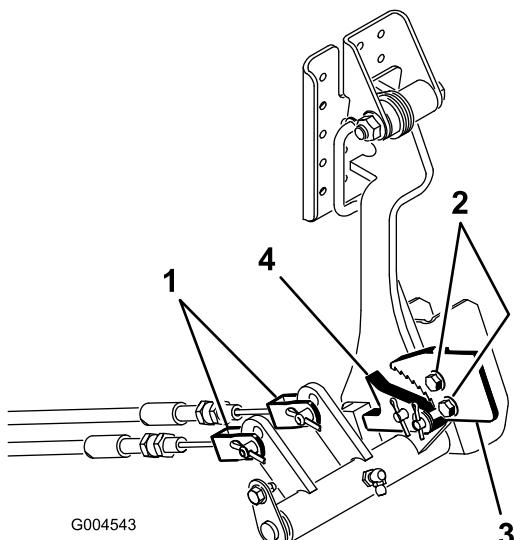

Figure 75
1. Retirez les goupilles fendues et les axes de chape qui fixent les câbles de freins à la tige de pédale de frein (Figure 75).
2. Desserrez les 2 vis qui fixent le cliquet du frein de stationnement au châssis (Figure 75).
3. Appuyez sur l'avant de la pédale du frein de stationnement jusqu'à ce que le verrou s'engage complètement sur le cliquet du frein (Figure 75).